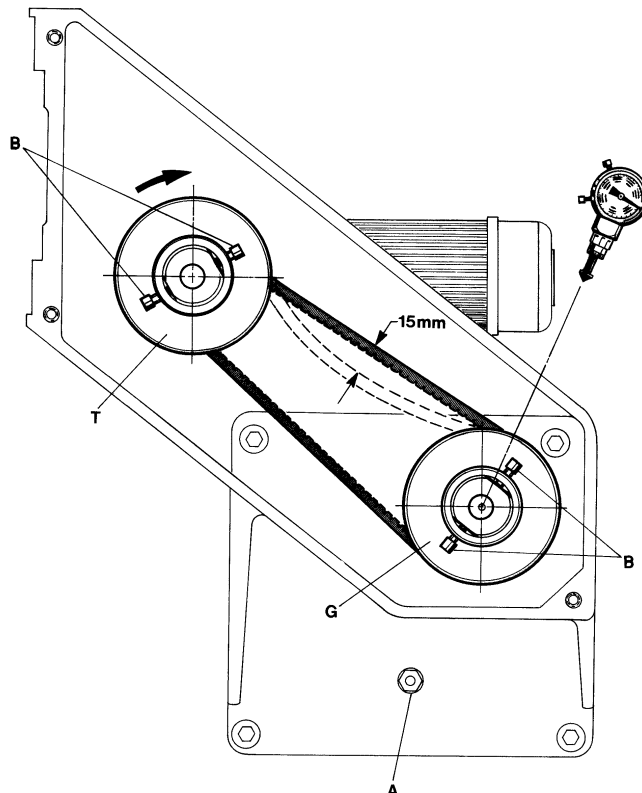

FIG. 2
The gears are lubricated once per month through the grease nipple (A, Fig. 2). We recommend BP-Energrease or equivalent.
Die Zahnräder werden einmal im Monat durch den Schmiernippel (A, Fig. 2) mit Fett geschmiert. Wir empfehlen BP-Energrease oder ein gleichwertiges Fett.
Start the feed-in device (the conveyor will run simultaneously) and measure the revolutions of the driven pulley (see Fig. 2).
Loosen screws (B, Fig. 2) of driving and driven pulley.
If the feed-in speed is too low and has to be increased, screw out driven pulley (G, Fig. 2) accordingly. Count the revolutions. Full and half revolutions are possible. Then screw in the driving pulley (T, Fig. 2) with the same amount of revolutions.
Zum Messen und Einstellen der Zuführgeschwindigkeit entfernen Sie den oberen Deckel der Sackzuführeinrichtung. Schalten Sie die Sackzuführeinrichtung ein (das Transportband läuft dabei gleichzeitig mit) und messen Sie die Drehzahl der getriebenen Scheibe (siehe Fig. 2).
Lösen Sie die Schrauben (B, Fig. 2) in der treibenden und getriebenen Scheibe.
Ist die Zuführgeschwindigkeit zu niedrig und muß erhöht werden, schrauben Sie die getriebene Scheibe (G, Fig. 2) entsprechend heraus. Zählen Sie die Umdrehungen. Es sind sowohl halbe wie ganze Umdrehungen möglich. Schrauben Sie anschließend die treibende Scheibe (T, Fig. 2) um die gleiche Anzahl Umdrehungen hinein.
If the feed-in speed is too high and has to be reduced, screw out the driving pulley (T, Fig. 2) accordingly. Count the revolutions. Then screw in the driven pulley (G, Fig. 2) with the same amount of revolutions.
Retighten screws (B, Fig. 2) on the flats of pulleys and measure the revolutions on driven pulley (G, Fig. 2), to check if the feed-in speed corresponds with the conveyor speed.
**NOTE:** The V-belt pulleys (G and T, Fig. 2) have to be assembled aligned with each other.
Check the tension of the V-belt. The belt tension is correct, when the V-belt can be depressed manually by 15 mm (19/32 in.) (see Fig. 2).
Ist die Zuführgeschwindigkeit zu hoch und muß reduziert werden, schrauben Sie die treibende Scheibe (T, Fig. 2) entsprechend heraus, zählen Sie die Umdrehungen und drehen dann die getriebene Scheibe (G, Fig. 2) um die gleiche Anzahl Umdrehungen hinein.
Ziehen Sie die Schrauben (B, Fig. 2) wieder auf den Flächen der Scheiben an und messen Sie die Drehzahl an der getriebenen Scheibe (G, Fig. 2), um zu prüfen, ob die Zuführgeschwindigkeit der Transportgeschwindigkeit entspricht.
**BEACHTEN SIE:** Die Keilriemenscheiben (G und T, Fig. 2) müssen beim Montieren fluchtend zueinander ausgerichtet werden!
Prüfen Sie die Spannung des Keilriemens. Die Riemen- spannung ist richtig, wenn der Keilriemen etwa 15 mm von Hand eingedrückt werden kann (siehe Fig. 2).